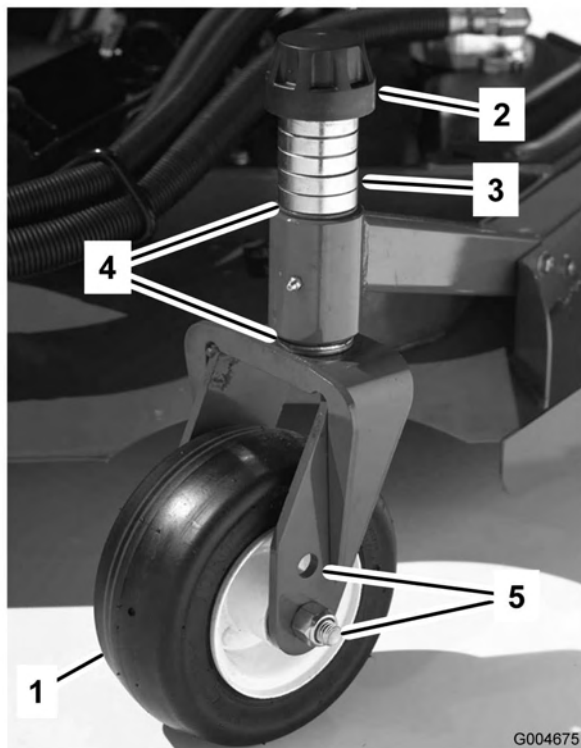
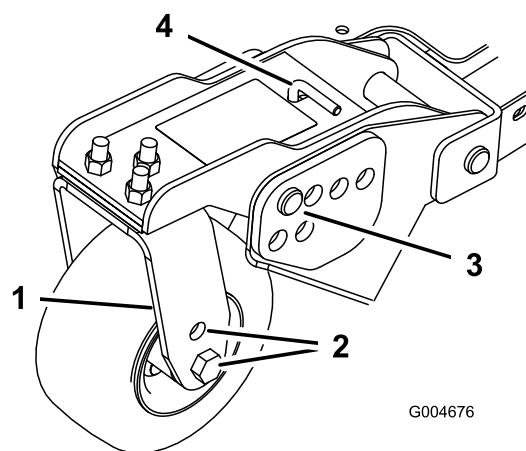
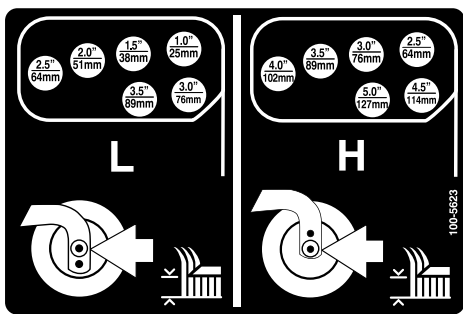

Figura 18
Figura 20
Figura 21
1. Coloque os eixos da roda giratória nos mesmos orifícios em todas as forquilhas da roda giratória (Figura 18 e Figura 20). Consultar o quadro seguinte para determinar quais os orifícios adequados para cada posição.
2. Retire a tampa de fixação do eixo roscado e desloque o fuso (Figura 18) para fora do braço da roda giratória. Coloque ambos os calços (3 mm) no eixo, tal como se encontravam originalmente. Estes calços são necessários para atingir a mesma altura ao longo de toda a largura das unidades de corte. Desloque um número apropriado de cunhas de 13 mm para o eixo para obter a altura de corte desejada; em seguida, desloque a arruela para o eixo.
4. Retire o contrapino tipo grampo e o pino de segurança dos braços articulados da roda giratória (Figura 20).
5. Rode a barra tensora para levantar ou descer o braço articulado, até os orifícios se encontrarem alinhados com a altura desejada dos orifícios da altura de corte na estrutura da unidade corte (Figura 20 e Figura 21).